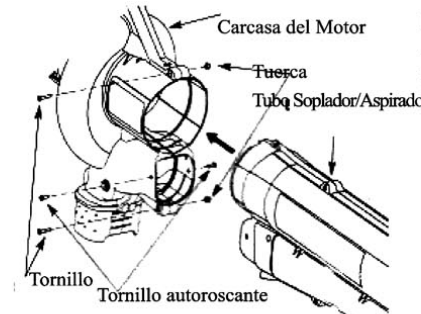

Fig 1
2. Retire los 2 (dos) tornillos y tuercas dejando el tubo soplador/aspirador en la carcasa. (Fig. 1).